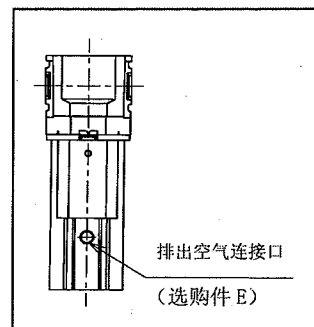

图 7
- 5) 使用 SU300 系列的选购件 E 时，排出空气用的管道请使用内径 $\phi 5.7\text{mm}$ 以上的软管或者配管材料，配管长度要在 3 米以内。（参照图 7）
- 5) 使用 SU400 系列的选购件 E 时，排出空气用的管道请使用内径 $\phi 7.2\text{mm}$ 以上的软管或者配管材料，配管长度要在 3 米以内。（参照图 7）